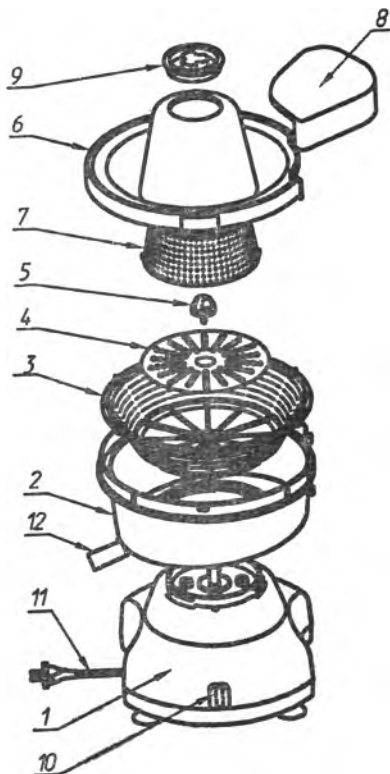

Рисунок 1.
5.1. Соковыжималка состоит из следующих основных частей (см. рисунок 1):
6.1. Перед работой новой соковыжималки или после длительного хранения соковыжималку следует разобрать по рис. 1, промыть детали в соответствии с разделом 8 и вновь собрать.
| 3. Сильная вибрация, приводящая к смещению соковыжималки по опорной поверхности | Не установлена коническая терка | Проверить правильность сборки соковыжималки согласно рис. 1. |